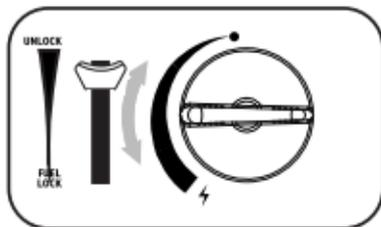

Fig. 11
1. Coloque la muletilla (17) en posición APAG. (16).
3. Después de apagar la llama, apriete la palanca de bloqueo de cartucho (20) hacia arriba colocándola en posición UNLOCK (14). (Fig. 11).